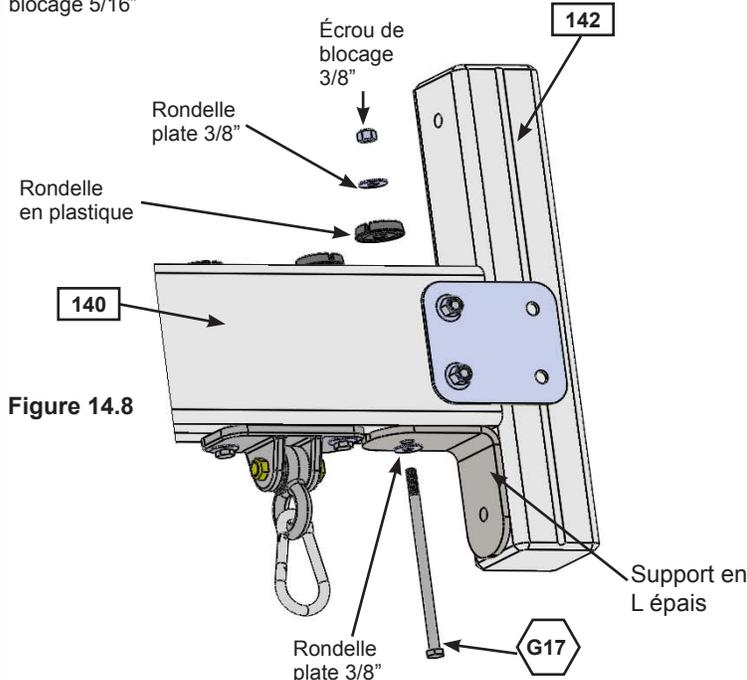

Figure 14.8
F : Placez le Support de balançoire (142) entre les deux Supports plats épais et placez 1 Support en L épais contre la Poutre pour balançoire (141) et le Support de balançoire (142). Fixez avec 1 (G17) boulon hexagonal 3/8 x 6" (avec 2 rondelles plates, une rondelle en plastique et un écrou de blocage) (figure 14.8).